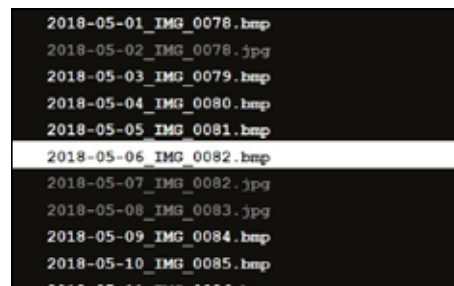

Рис. 21
- ⇒ В главном меню Split Screen (рис. 20) или подменю Split Screen (рис. 21) выбрать USB-накопитель.
- ⇒ В подменю Split Screen (рис. 21) выбрать запись скриншота.